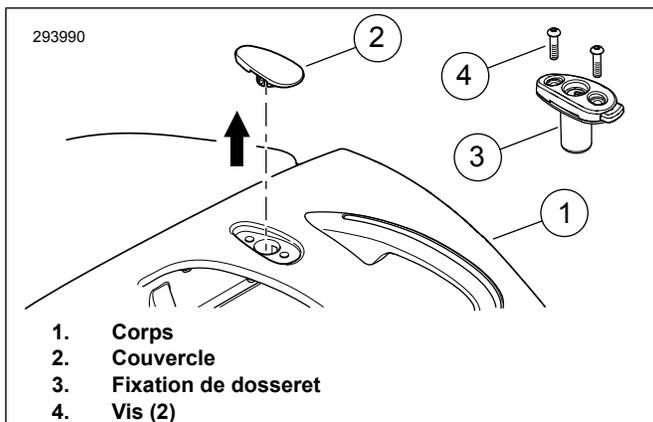

Figure 2. Couvercle de garniture
1. Figure 2 Retirer les couvercles des enjoliveurs (2) de la carrosserie(1).
1. Figure 2 Installer les fixations de dossier (3) sur la carrosserie (1).
2. Installez deux vis (4) par montant. Serrer.